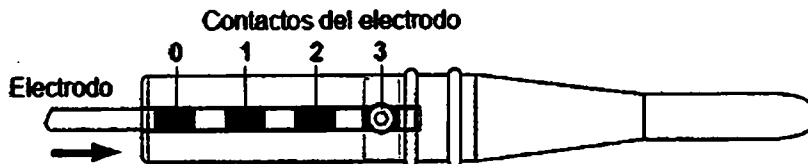

Figura 14. Introduzca el electrodo en el capuchón.
2. Inserte el extremo expuesto del electrodo en el capuchón incluido en el kit de electrodo (Figura 14).
3. Alinee el contacto número 3 del electrodo con el extremo con tornillos de la extensión (Figura 14).